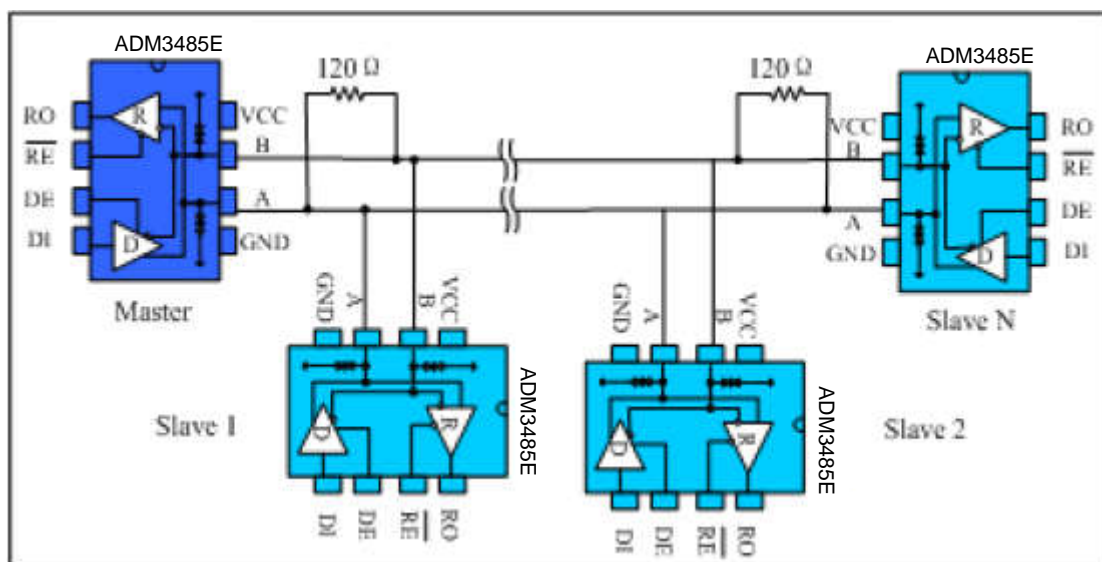

图 9 总线式 RS485 半双工通讯网络
4.1 总线式组网: ADM3485E RS485 收发器设计用于多点总线传输线上的双向数据通信。图 9 显示了典型网络应用电路。这些器件也能用作电缆长于 4000 英尺的线性转发器, 为减小反射, 应当在传输线两端以其特性阻抗进行终端匹配, 主干线以外的分支连线长度应尽可能短。